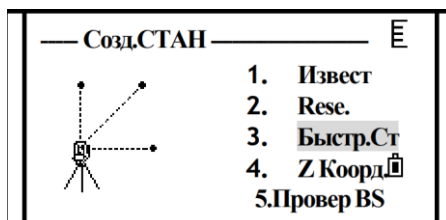

Рис. 15. Быстрая установка станции тахеометра
3. Для установки быстрой станции выбираем пункт «Быстр.Ст» (рис. 15).